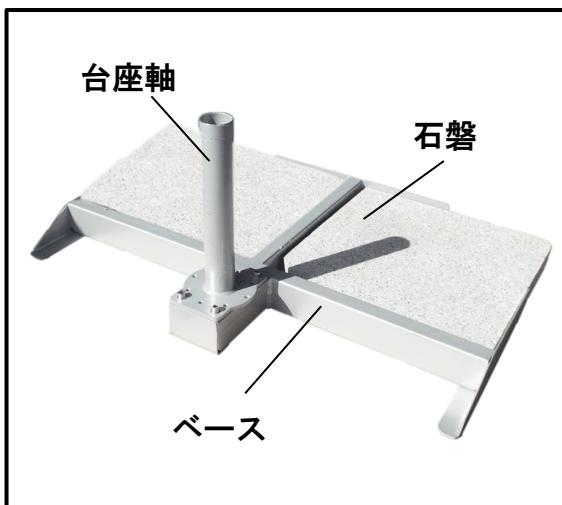

図.1
- ① 設置する場所が水平であることを確認してください。
- ② 石磐をベース (B) の上に置きます。(石磐を左右 2 枚入れる)
- ③ ベース (B) の上に台座軸 (C) を置きます。(図.1)
- ④ キャップネジ (a) にワッシャー (b) を通して、台座に左図のように締めます。(初めは緩めに止めて、最後はハンドル (e) でしっかりと閉じこんで下さい)